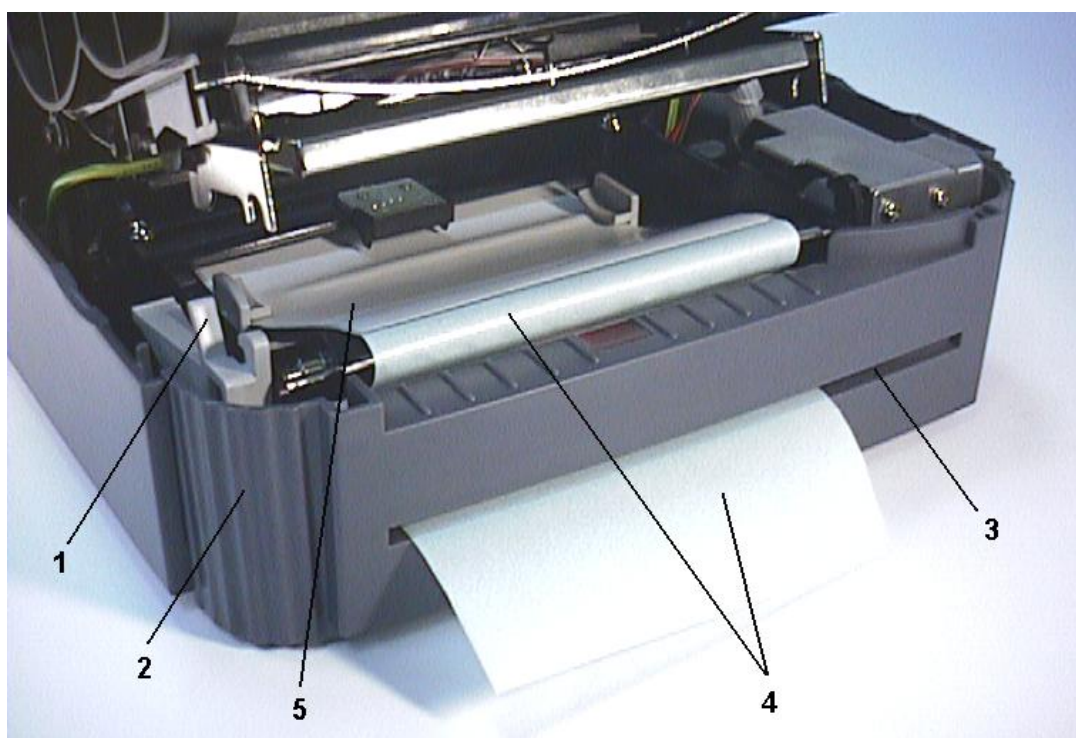

図8 自動剥離機能の設定完了
3. 図 8 のように、フロントパネルの台紙口から台紙を入れる。